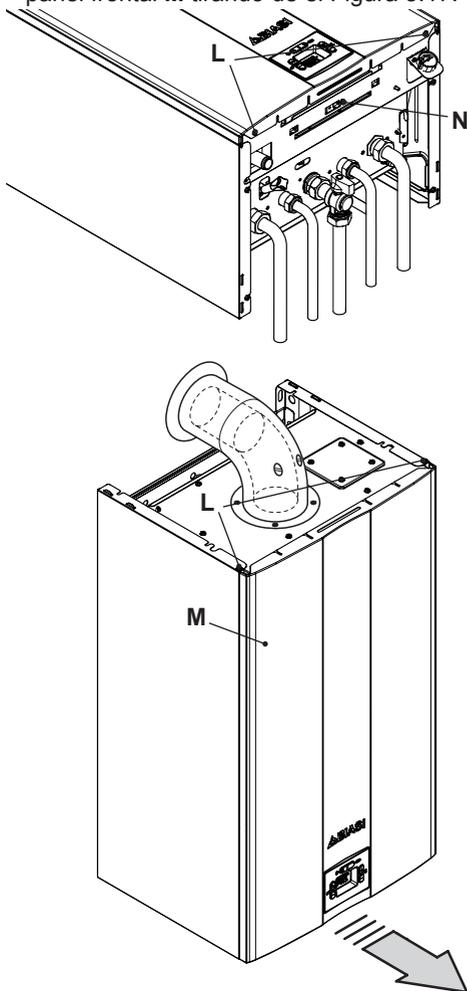
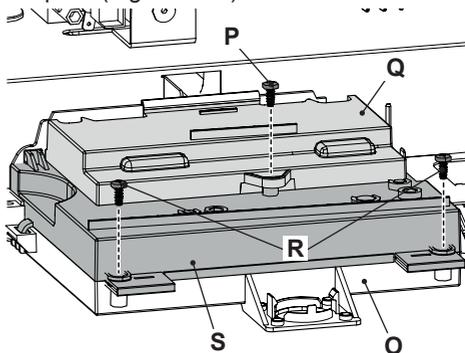

Figura 5.17
Figura 5.18
- Desenrosque los tornillos **L** y desmonte el panel frontal **M** tirando de él Figura 5.17.
- Desenrosque el tornillo **N** (Figura 5.17) y gire el cuadro de mandos **O**, como se muestra en la Figura 5.18.
- Desenrosque el tornillo **P** y levante la tapa **Q** para soltar los cables de los sujetacables (Figura 5.18).
- Desenrosque los tornillos **R** y levante la tapa **S** (Figura 5.18).